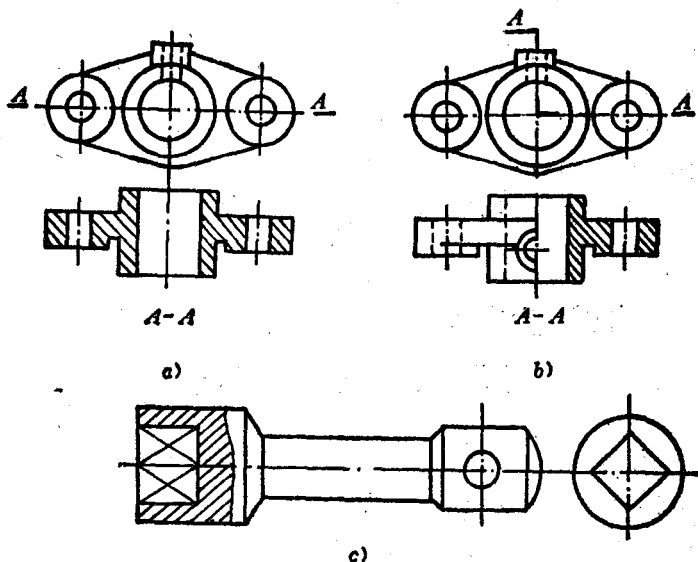

图 1-10 全剖、半剖及局部剖的剖视图
(1) 全剖视：只用一个剖切平面将物体整个切开，画出它的剖视图。见图1-10(a)。